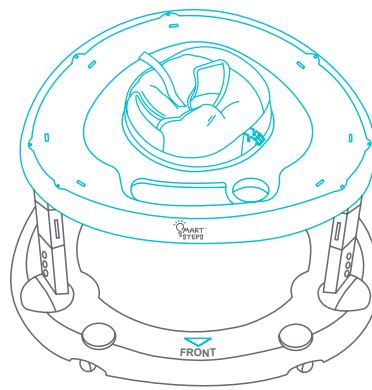

Fig. 1c
- Procure alinear el logotipo de la bandeja de la tapa superior con la base que diga “FRENTE” (Fig. 1c).